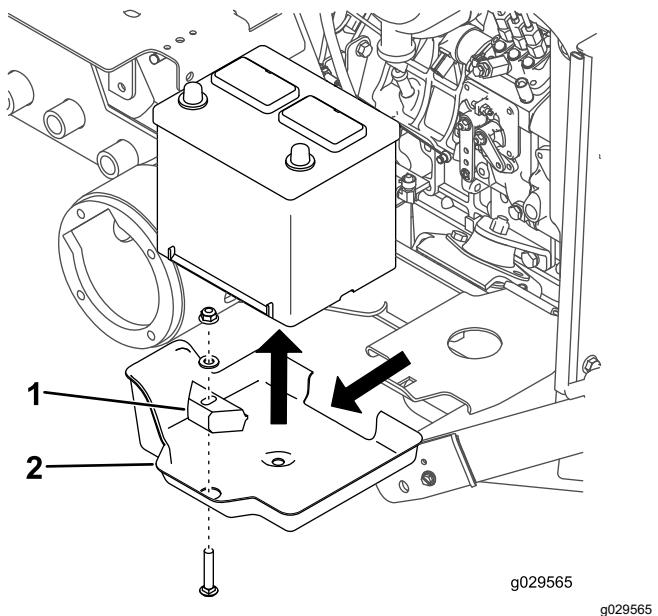

Figura 23
- Rimuovete il bullone a testa tonda, la rondella, il dispositivo di fissaggio e il dado che fissano la batteria (Figura 23).
- Rimuovete la batteria dalla relativa cassetta (Figura 23).
- Staccate la cassetta della batteria dalla relativa base (Figura 23).